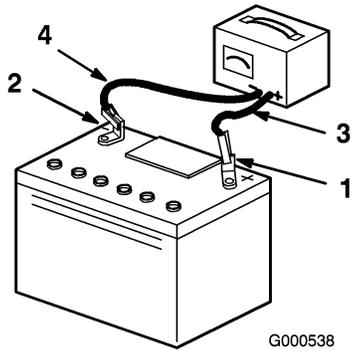

Figure 34
4. Quand la batterie est chargée au maximum, débranchez le chargeur de la prise, puis débranchez les fils du chargeur des bornes de la batterie (Figure 34).